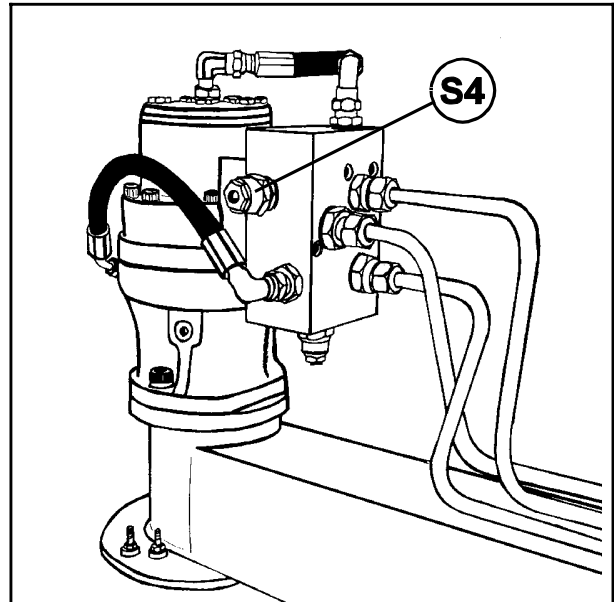

Bild 13-3
- c) **Sicherheitsventil an der Minuseite. (S3, Abb.13-3).**
- d) **Stromregelventil. (Pos. 1, Abb. 13-3).**